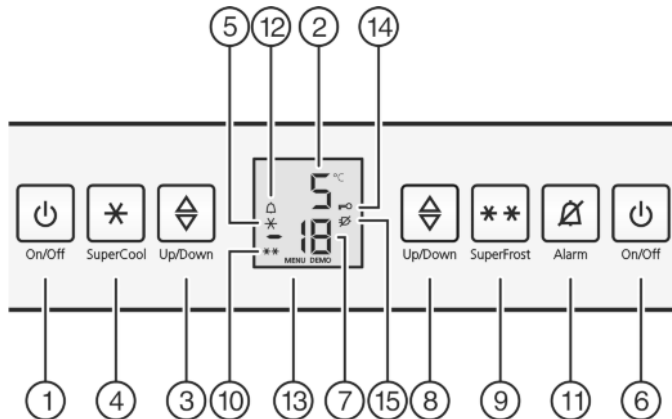

Fig. 2
- ▶ Taste On/Off Gefrierteil Fig. 2 (6) drücken.
- ▶ Taste On/Off Kühlteil Fig. 2 (1) drücken.
- ▶ Einstellmodus aktivieren: Taste SuperFrost Fig. 2 (9) ca. 5 Sekunden drücken.
- ▷ In der Anzeige wird das Symbol Menu Fig. 2 (13) angezeigt.
- ▶ Mit der Taste SuperFrost Fig. 2 (9) kurz bestätigen.
- ▷ Das Symbol Kindersicherung Fig. 2 (14) leuchtet in der Anzeige.
- ▶ Die Taste On/Off Gefrierteil Fig. 2 (6) kurz drücken.
- ▷ Das Symbol Kindersicherung Fig. 2 (14) erlischt.
- ▶ Taste Alarm *Fig. 2 (11)* drücken.
Gleichzeitig blinkt die Temperaturanzeige und das Symbol Alarm *Fig. 2 (12)*.
Der Tonwarner verstummt automatisch, das Symbol Alarm *Fig. 2 (12)* geht aus und die Temperaturanzeige hört auf zu blinken, wenn die Temperatur wieder ausreichend kalt ist.